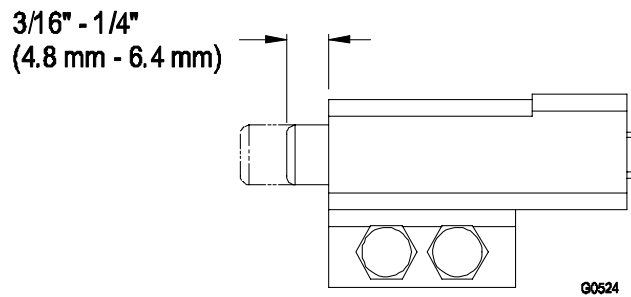

FIGURA 11
- a) Ajuste todos los interruptores de seguridad de tal manera que todas las sopapas se extiendan 3/16"-1/4" (4.8 mm-6.4 mm) del cuerpo del interruptor cuando se comprime. (Vea figura 11).